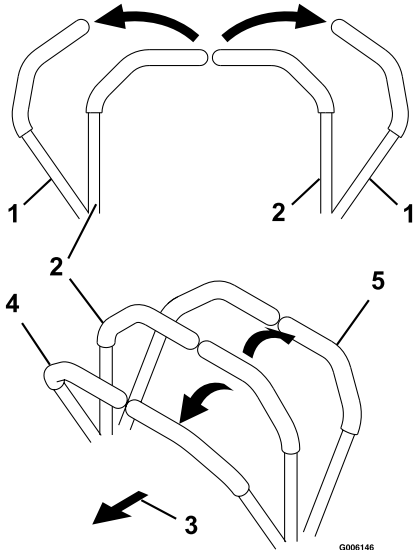

Bild 14
2. Schieben Sie für das Vorwärtsfahren die Fahrtriebshebel langsam vorwärts (Bild 14).
Wenden Sie zum Geradeausfahren auf beide Fahrtriebshebel denselben Druck an (Bild 14).
Ziehen Sie zum Wenden den Fahrtriebshebel zurück in die Richtung, in der Sie wenden möchten (Bild 14).
2. Ziehen Sie zum Rückwärtsfahren die Fahrtriebshebel langsam nach hinten (Bild 14).
Verringern Sie zum Wenden den Druck auf den Fahrtriebshebel an der Seite, in deren Richtung Sie wenden möchten (Bild 14).